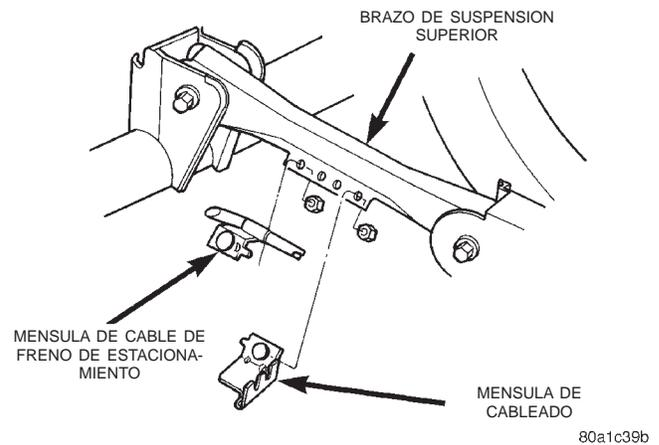
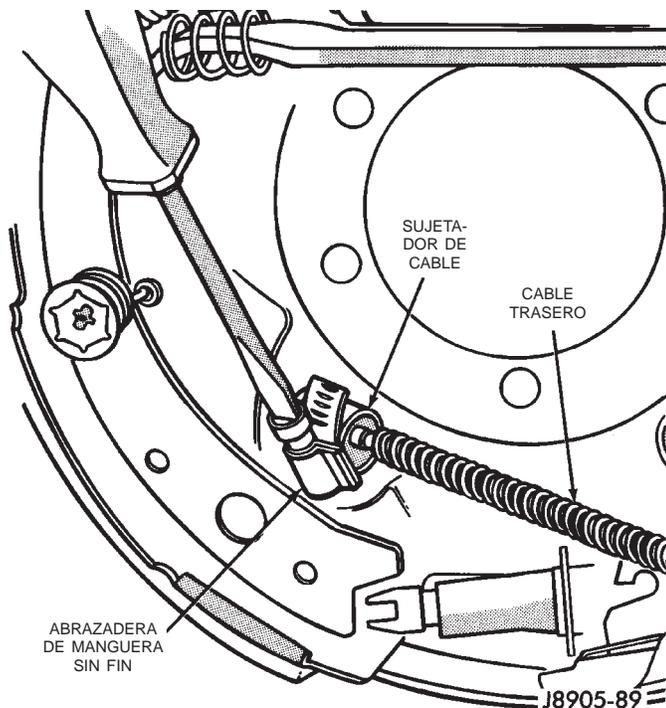

Fig. 39 Ménsula de cable de freno de estacionamiento
Fig. 40 Sujetador de cable
- (3) Retire la ménsula del cable del brazo de suspensión superior (Fig. 39).
- (4) Retire la rueda trasera y el tambor de freno.
- (5) Retire la zapata de freno secundaria y desconecte el cable de la palanca en la zapata de freno.
- (6) Comprima el sujetador de cable con una abrazadera de manguera sin fin (Fig. 40) y retire el cable de la placa de soporte.